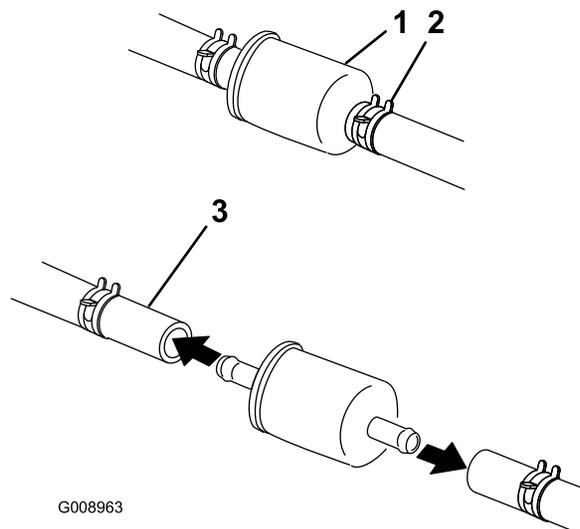

Figure 45
5. Fermez le robinet d'arrivée de carburant sous le siège (Figure 45).
6. Pincez les extrémités des colliers et faites glisser ceux-ci pour les éloigner du filtre (Figure 45).
8. Posez un filtre neuf et rapprochez les colliers de fixation du filtre (Figure 45).